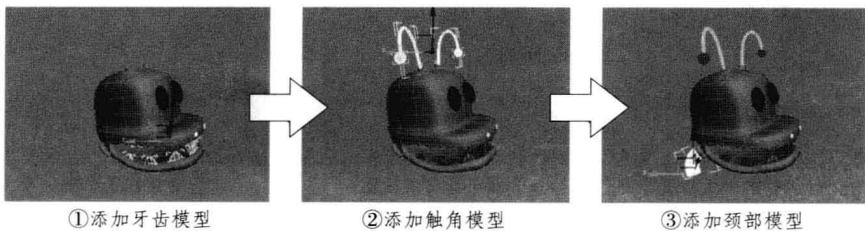

图4-5 添加牙齿与触角流程图
《卡通机械狗》机械模型第三流程（步骤）是添加牙齿与触角，制作又分为 3 个流程：①添加牙齿模型、②添加触角模型、③添加颈部模型，见图 4-5。